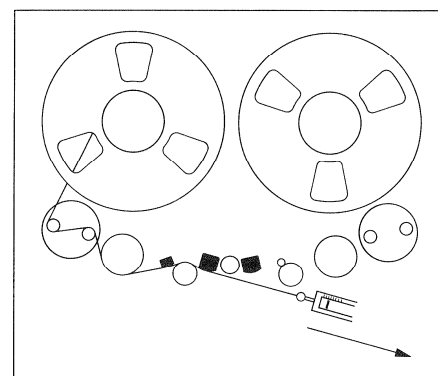

Fig. 4.11
1. Bandzug-Einstellung linker Wickel-motor (SUPPLY): NAB-Leerspule mit ca. 2 bis 3 m Band auf den linken Wickel-adapter auflegen. Bandanfang bis zum Auf-nahmekopf einschlaufen¹ und Federwaage (0 ... 500 gr) am Bandanfang einhängen (Fig. 4.11).
1. Tape tension setting for left-hand spooling motor (SUPPLY). Mount NAB reel containing approx. 2 to 3 m of tape on the left-hand reel adaptor. Thread tape to record head and attach spring scale (0 ... 500 p) at leading tape section (fig. 4.11).